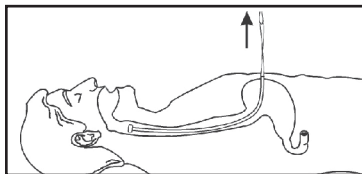

Figure 9
- Tout en maintenant les deux fils de l'extrémité proximale du guide d'introduction, tirer la sonde de GEP à travers le site d'incision (figure 9).